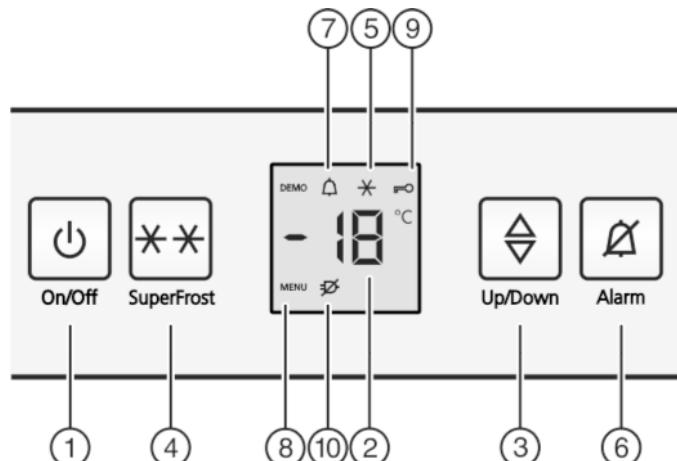

Fig. 2
- Нажмите кнопку On/Off Fig. 2 (1).
- Устройство включено. Индикатор температуры и символ "Alarm" Fig. 2 (7) мигают, пока температура не станет достаточно низкой.
- Активация режима настройки: Нажмите кнопку SuperFrost Fig. 2 (4) и удерживайте ее прим. 5 секунд.
- На индикаторе будет отображаться символ «Меню» Fig. 2 (8).
- Для подтверждения нажать и отпустить кнопку «SuperFrost» Fig. 2 (4).
- На индикаторе горит символ «Защита от детей» Fig. 2 (9).
- нажмите и отпустите кнопку "On/Off" Fig. 2 (1).
- Символ «Защита от детей» Fig. 2 (9) гаснет.
- Нажмите кнопку Alarm Fig. 2 (6).
Одновременно мигает индикация температуры и символ тревоги Fig. 2 (7).
Звуковой сигнал выключается автоматически, символ аварийного сигнала Fig. 2 (7) выключается и индикатор температуры перестает мигать, если температура снова становится достаточно низкой.